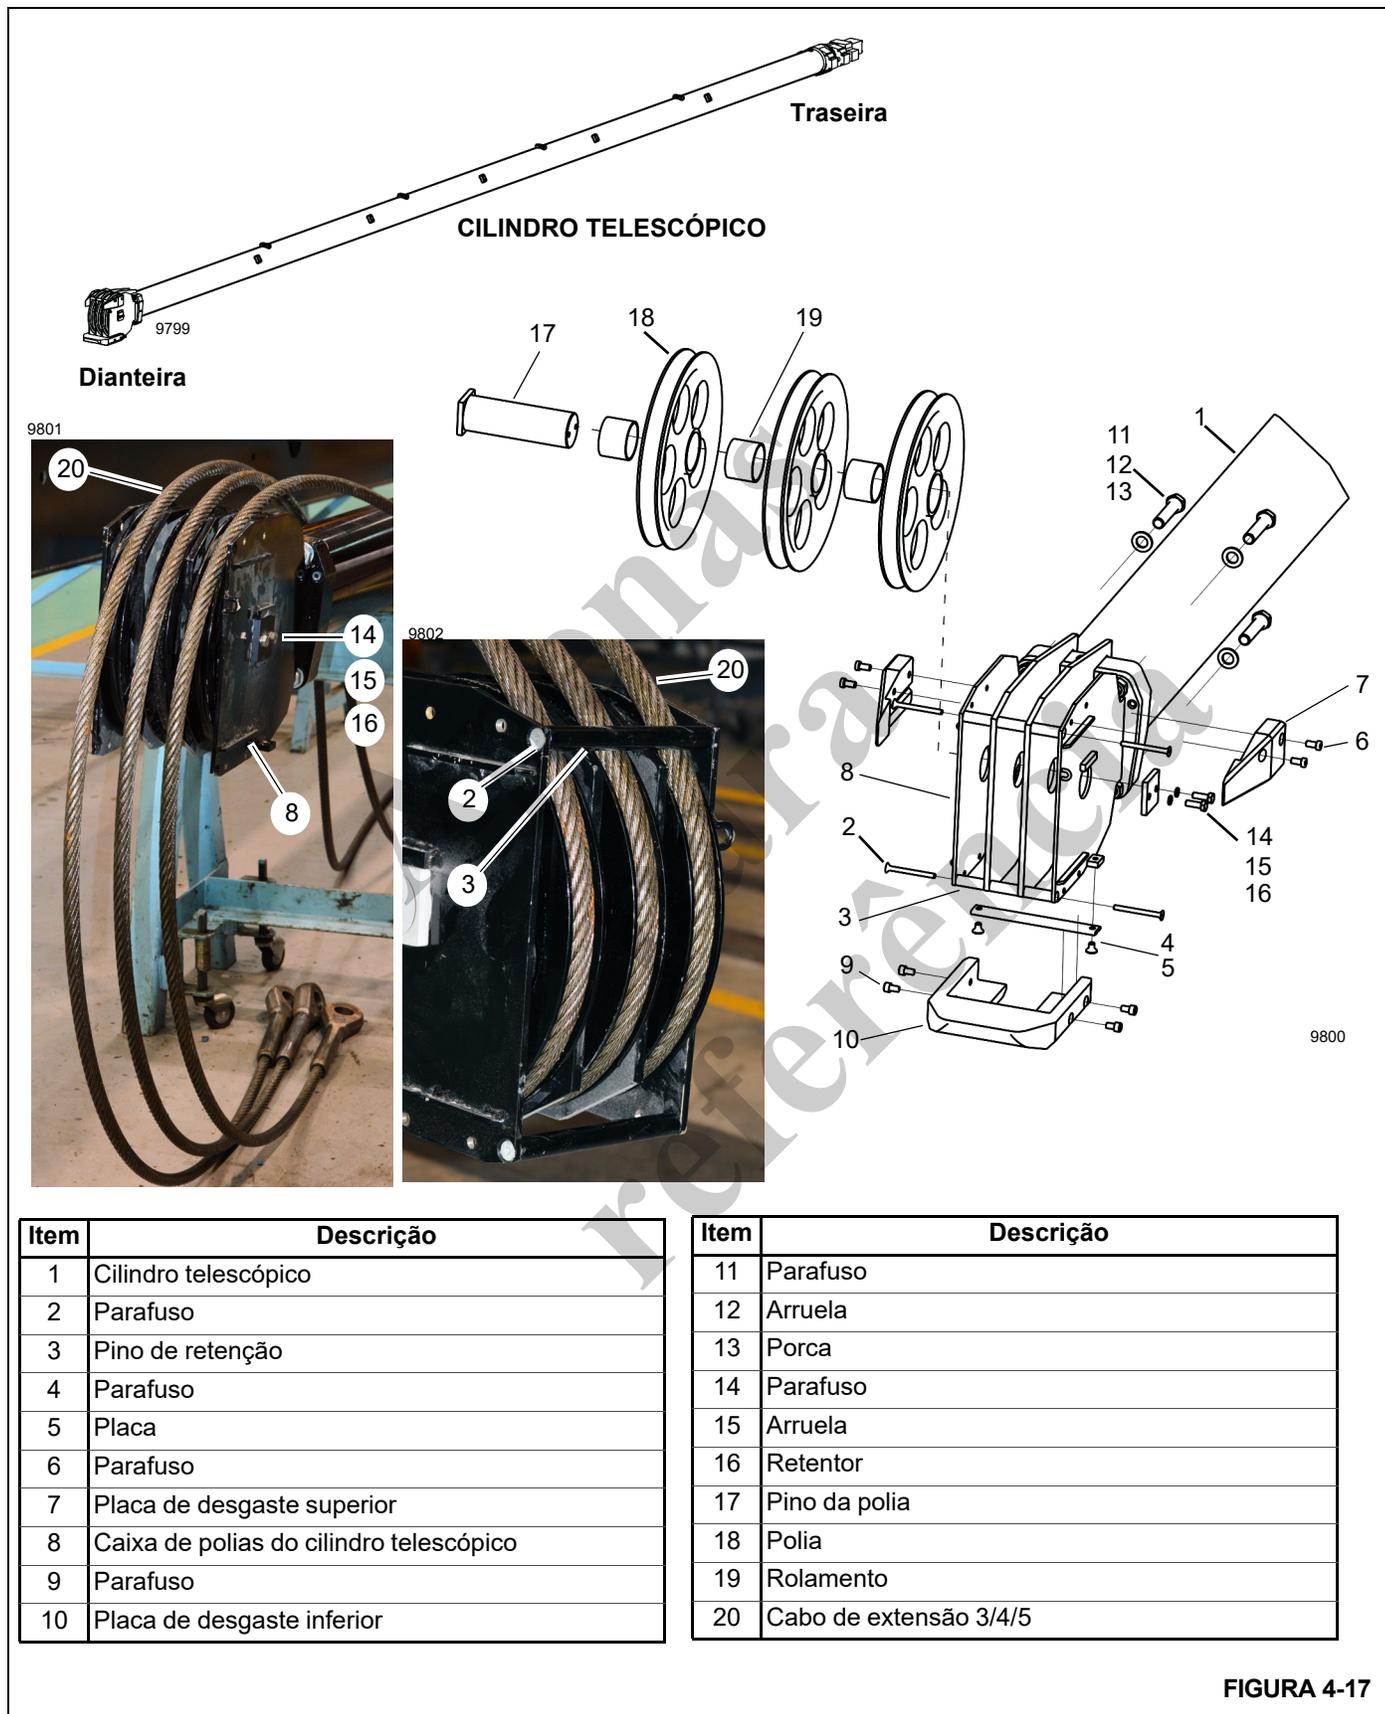

FIGURA 4-17
17. Remova os parafusos (25), as arruelas (26) e as placas do munhão (27) dos lados da lança da seção do Telescópio 2. O cilindro telescópico (1, Figura 4-17) está agora separado da seção da lança.
- 20.** Utilize as seguintes etapas para desmontar a caixa de polias do cilindro telescópico (8, Figura 4-17), se necessário:
- Remova os parafusos (6, Figura 4-17) e as placas de desgaste superiores (7) da caixa de polias do cilindro telescópico (8).
- Remova os parafusos (9) e a placa de desgaste inferior (10) da caixa de polias do cilindro telescópico (8).
- Remova os parafusos (2), os pinos de retenção (3), os parafusos (4) e a placa (5) conforme necessário para remover os cabos de extensão 2/3/4 (20) da ponta do cilindro telescópico. Armazene os cabos e o cilindro de extensão em uma área onde eles não serão danificados durante a desmontagem posterior da lança.